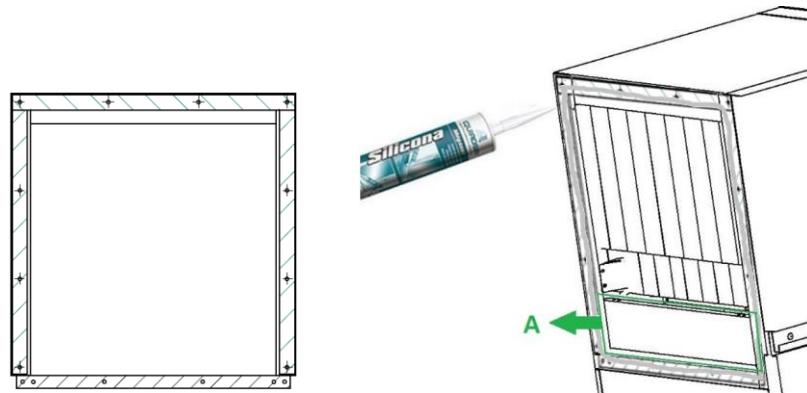

Imagen 4.- Quitar suplemento, poner juntas y dar silicona
- Quitar el suplemento A de la zona de salida del lavavajillas (*Ver imagen 4*).
- Sobre las juntas esponjosas, dar un cordón de la silicona suministrada con la máquina (*Ver imagen 4*).